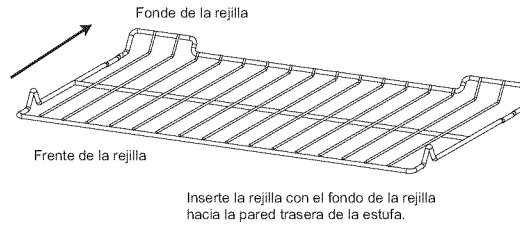

Figura 3: Insertar una rejilla
4. Empuje la rejilla completamente hacia adentro (Vea Figura 3).